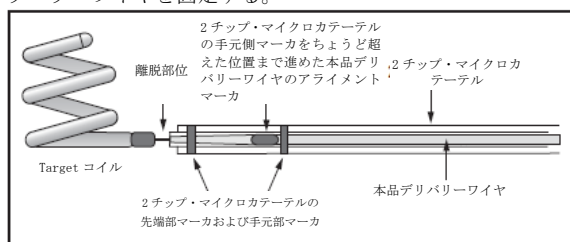

図5：エックス線不透過性マーカの最適な位置合わせ
- (10) 本品をエックス線透視下で進め、目的の部位まで慎重に挿入する。本品を正しく配置できなかった場合は、デリバリーワイヤをゆっくりと引き戻した後、再度ゆっくりと進めて挿入し直す。コイルのサイズが適切でない場合は、コイルを取り出して適切なサイズのコイルと交換すること。（コイルのサイズ及びカテーテルの選択の項を参照のこと。）
- (11) 本品を進め、デリバリーワイヤのエックス線不透過性の手元部マーカが2チップ・マイクロカテーテルの手元部マーカの先端部をちょうど超えたところに一致するように正確に位置を合わせる（下記の図5参照）。RHV を締め、デリバリーワイヤを固定する。